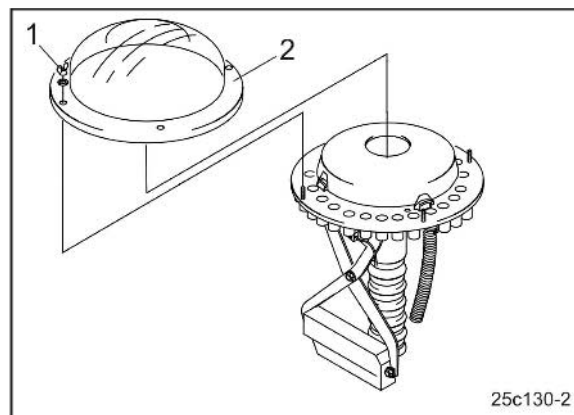

Рис. 115
4. Открутите барашковые гайки (Рис. 115/1) и снимите с распределительной головки прозрачную пластиковую крышку (Рис. 115/2).
6. Установите пластиковую крышку (Рис. 115/2).
7. Закрепите пластиковую крышку при помощи барашковых гаек (Рис. 115/1).